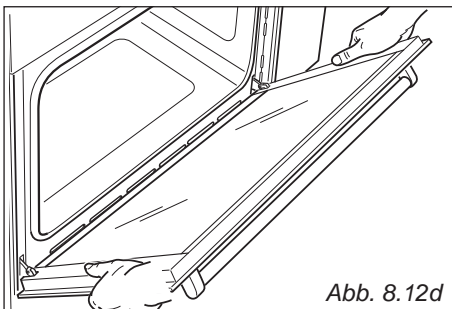

Abb. 8.12d
- Die Tür wie in der Abbildung 8.12d gezeigt, fassen.